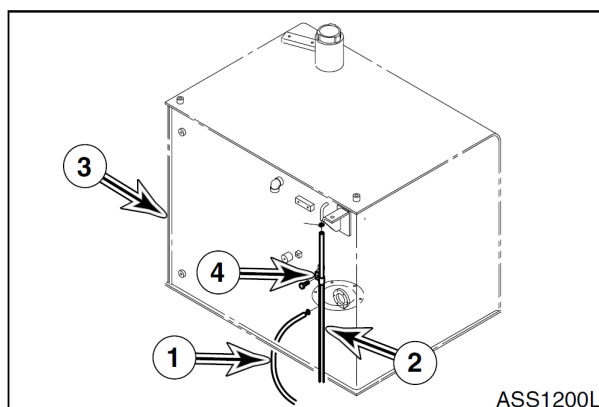

Рис. 14
8. Подсоединить в соответствии с маркировкой подающий топливопровод (1, рис. 14) и обратный топливопровод (2) к топливному баку (3).
9. Установить зажим (4, рис. 14), которым обратный топливопровод (2) крепится к баку (3).